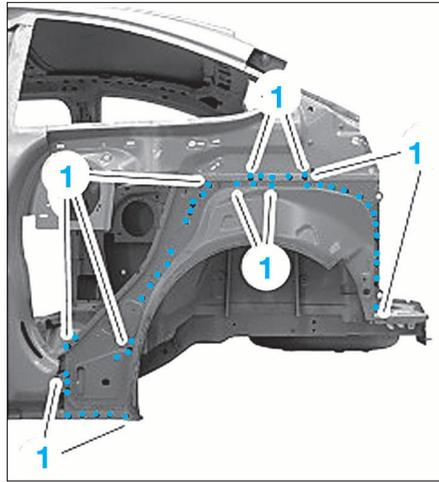

FIG. 76
- Fraiser les points de soudure du passage de roue (1) (Fig.76).